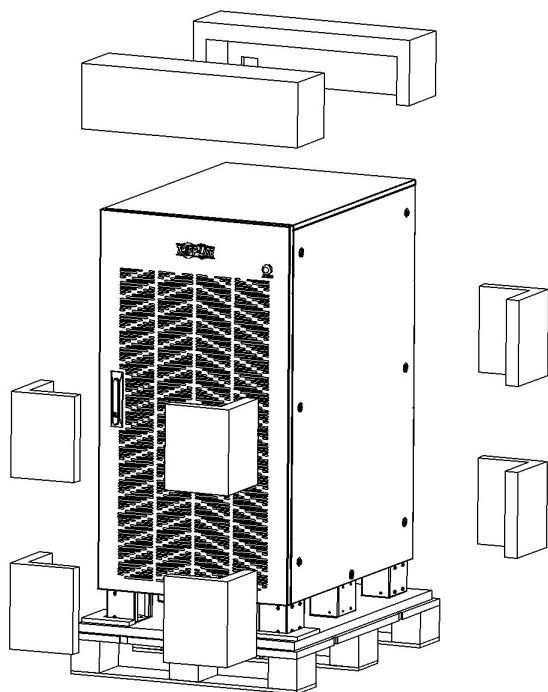

Figure 3-4
3. Retirer le matériel d'emballage en mousse et la palette biseautée (Figure 3-4).